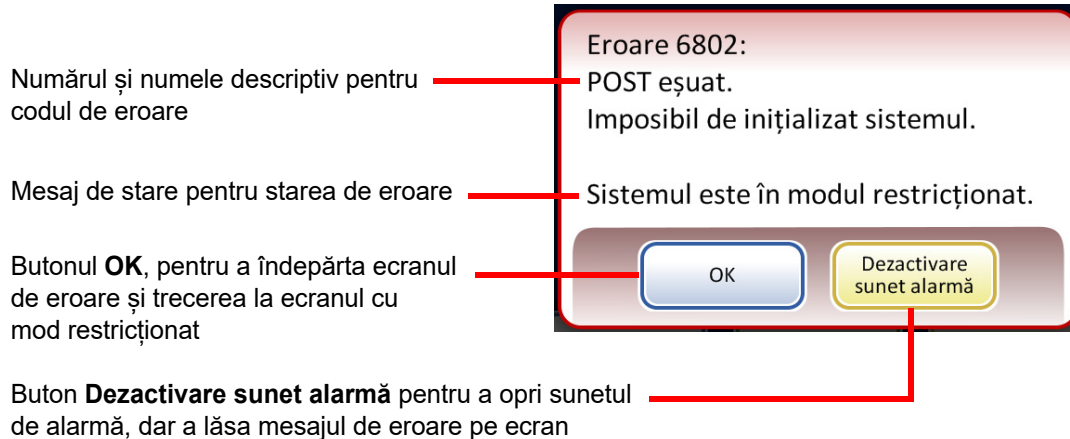

Figura 9-1 Sistemul a detectat o eroare
- Va afișa mesajul de eroare și va emite alarma sonoră, dacă este activată (consultați Figura 9-1.) Sistemul încearcă să își revină (un minut sau mai puțin).